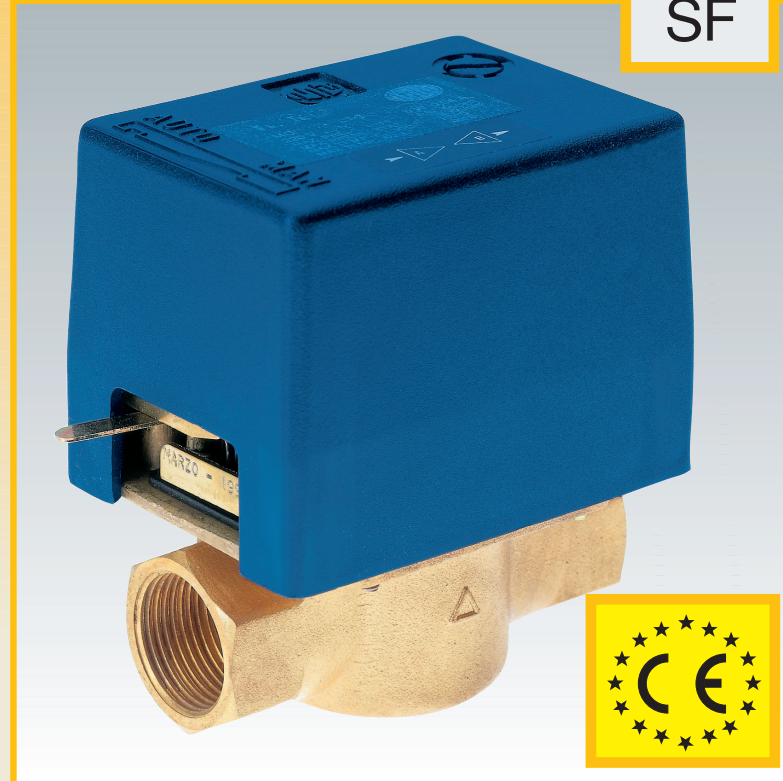

FIG. 1
**● FUNZIONAMENTO** Senza alimentazione elettrica la valvola si posiziona come in fig. 1: la valvola è chiusa. Quando viene attivata l'alimentazione elettrica il servomotore vince la forza delle molle e sposta la sfera dalla via A ad una posizione intermedia in circa 10 secondi e la mantiene in quella posizione sino a quando non si toglie l'alimentazione (fig. 2). Quando si toglie l'alimentazione elettrica la molle di ritorno riportano l'otturatore sulla via A in circa 4 secondi.
**OPERATION** Without electric power supply the valve is positioned as shown in fig. 1: the valve is closed. When it is powered, the servomotor overcomes the spring force and moves the ball from path A to an intermediate position in about 10 seconds and keeps it in that position until the electric power supply is cut out (fig. 2). When the electric power supply is cut out, the return springs bring the shut-off ball back to path A in about 4 seconds.
**FUNKTIONSWEISE** Abb. 1 zeigt die Ventilstellung ohne Stromversorgung: Das Ventil ist geschlossen. Wird die Stromversorgung aktiviert, besiegt der Servomotor die Federkraft und schiebt die Kugel in etwa 10 Sekunden von Weg A in eine Mittelstellung. Die Kugel behält diese Stellung bei, bis die Stromzufuhr unterbrochen wird (Abb. 2). Wird die Stromzufuhr unterbrochen, bringen die Rückholfedern den Schieber in etwa 4 Sekunden auf Weg A zurück.
**FUNCTIONNEMENT** Sans alimentation électrique la vanne se positionne selon fig. 1: la vanne est fermée. Avec alimentation électrique, le servomoteur comprime le ressort et déplace la sphère de passage A jusqu'à la position intermédiaire en 10 secondes environ, tant que l'alimentation électrique n'est pas interrompue (fig. 2). Lorsque l'alimentation électrique est coupée, le ressort de rappel positionne l'obturateur sur la voie A en 4 secondes environ.
**FUNCIONAMIENTO** Sin alimentación eléctrica la válvula se posiciona como indica la Fig. 1: la válvula está cerrada. Cuando se activa la alimentación eléctrica, el servomotor vence la fuerza de los muelles y mueve la esfera desde la vía A hasta una posición intermedia en aproximadamente 20 segundos, manteniéndola en dicha posición hasta que no se interrumpe la alimentación (Fig. 2). Cuando se detiene el suministro eléctrico, los muelles de retorno devuelven el obturador a la vía A en aproximadamente 4 segundos.